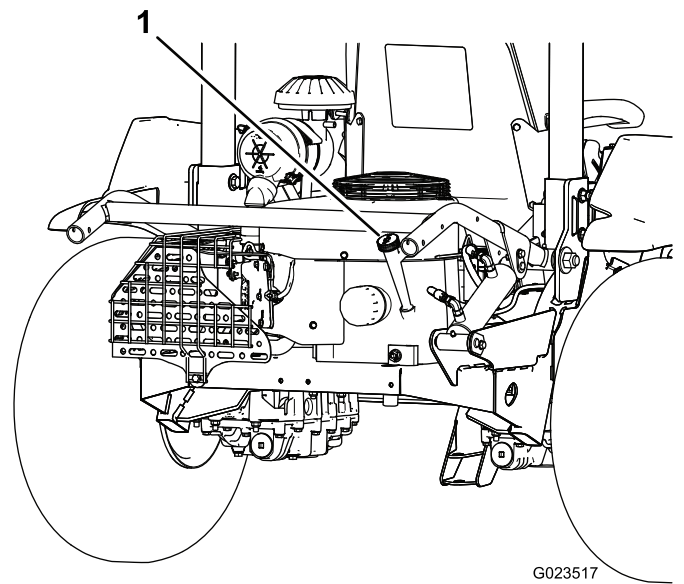
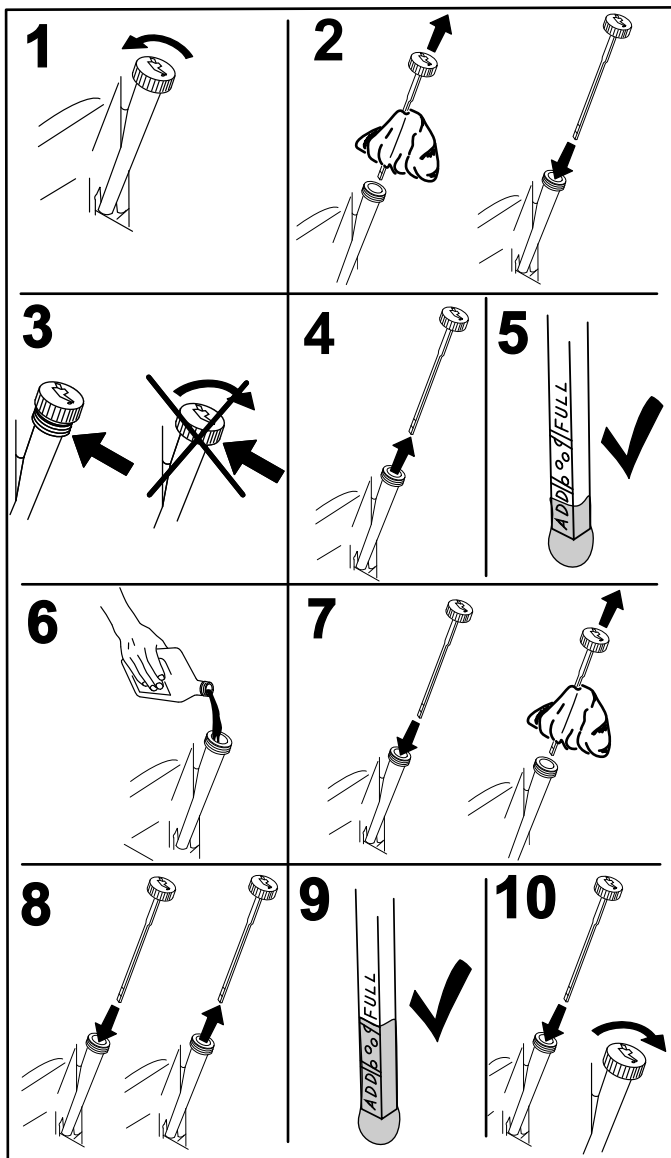

図 15
図 16
3. ディップスティック 図 15を抜きウェスで一度きれいに拭く 図 16。